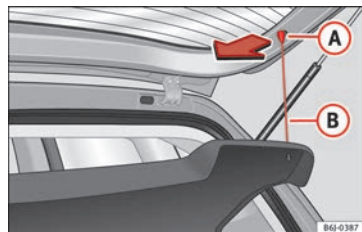

Fig. 149 Bandeja portaobjetos.
- Desenganche los tirantes »» fig. 149 (B) de los alojamientos (A).